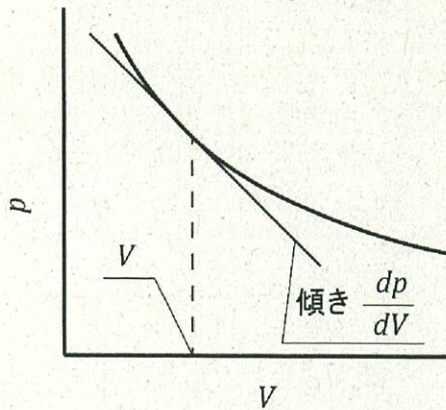

図１ $p-V$ 線図
- （２） ある物質が圧力 p の下で体積 V であったとする。圧力 p を変化させたときの体積 V を調べ、図１の $p-V$ 線図を得た。体積 V のときの曲線の傾きが dp/dV であったとき、体積弾性係数 K はどのように表せられるか答えよ。